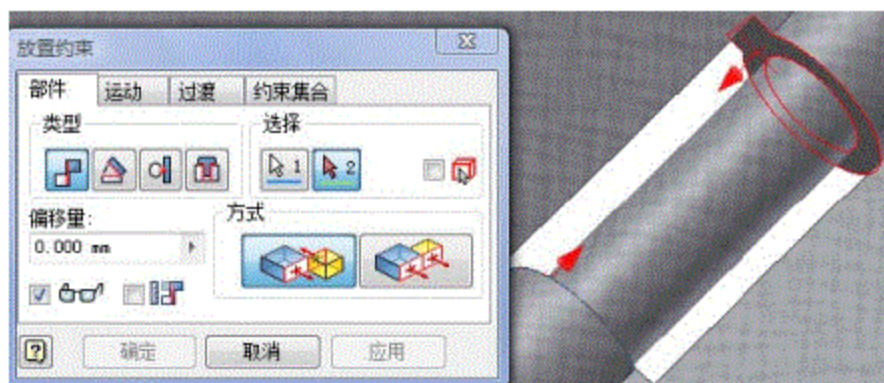

图3-11 配合约束应用2
2) 单击功能块上的约束按钮，在“放置约束”对话框中选择“部件”选项卡中的配合约束，并选择“配合”方式。然后分别选择“合页1”与“合页2”在装配后相互接触的端面，如图3-11所示。单击“确定”按钮完成约束。